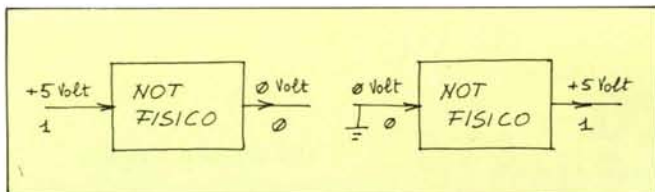

Figura 4 - Fisicamente, negare una "tensione" equivale a traslarla da 5 volt a 0 volt o, viceversa, da 0 volt a 5 volt.
con sopra stampigliato il numero 7404: l'integrato in questione è proprio uno di quelli (ce ne sono tanti) che realizza fisicamente l'operazione di negazione logica. Vediamo in che modo. Se ben ricordate, abbiamo detto che, elettricamente, è possibile interpretare la condizione binaria "1" come "presenza di tensione su un terminale di un dispositivo digitale (la tensione più consueta è + 5 volt) mentre lo "0" binario è assimilabile all'assenza di tensione sullo stesso terminale. Nel primo caso diremo che quel particolare punto del circuito si trova a livello alto (H) mentre, nel secondo, diremo che si trova a livello basso (L). Da questo momento quindi, quando parleremo di "livello alto", intenderemo una tensione positiva di 5 volt. Vediamo cosa significa, fisicamente, l'operazione di negazione binaria. Facciamo riferimento alla figura 4. Qui vediamo la solita scatola che, questa volta, effettua il "Not fisico" della variabile binaria "tensione": in pratica una tensione, "passando" (n.b. passando non è il termine esatto ma rende l'idea intuitivamente) dall'ingresso all'uscita di tale dispositivo, "inverte" il suo stato nel senso che, se poniamo 5 volt sull'ingresso, in-